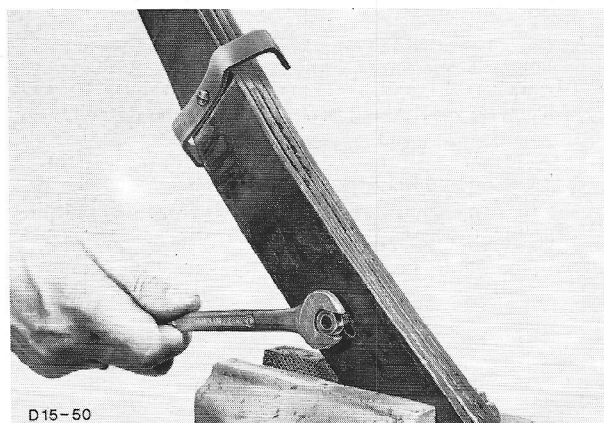

Fig.141 Veerklem en centrale bout.
1. Klem de veer naast de bout in een bankschroef. Buig de veerklemmen om en verwijder de moer op de centrale bout (fig.141).